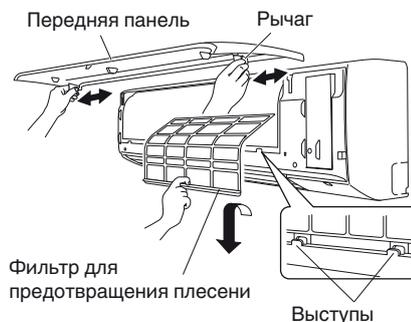

Рис. 3-12
- (1) Откройте переднюю панель, чтобы она была расположена почти горизонтально, возьмитесь за секции рядом с рычагами передней панели с обеих сторон, а затем снимите панель, нажав рычаги наружу и одновременно потянув панель к себе. Если переднюю панель трудно снять, возьмитесь за оба ее конца и немного поднимите ее вверх. Переместите ее влево и отсоедините левый рычаг, а затем переместите ее вправо и отсоедините правый рычаг. (Рис. 3-12)
- (2) Немного поднимите фильтр для предотвращения плесени, чтобы отсоединить его от выступов на блоке, а затем потяните вниз, чтобы снять фильтр с блока. (Рис. 3-12)